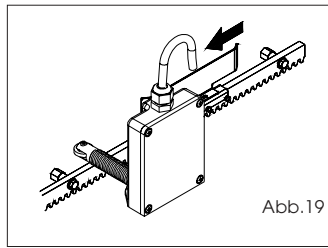

Abb.19
- 6) Die im Punkt 4 und 5 angegebenen Arbeitsvorgänge sind für den Endschalter für den Schließvorgang zu wiederholen, Abb. 19.